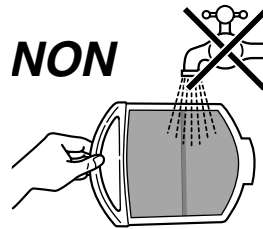

Fig. 07
*Il ne doit surtout pas être passé sous l'eau (Fig. 07).*